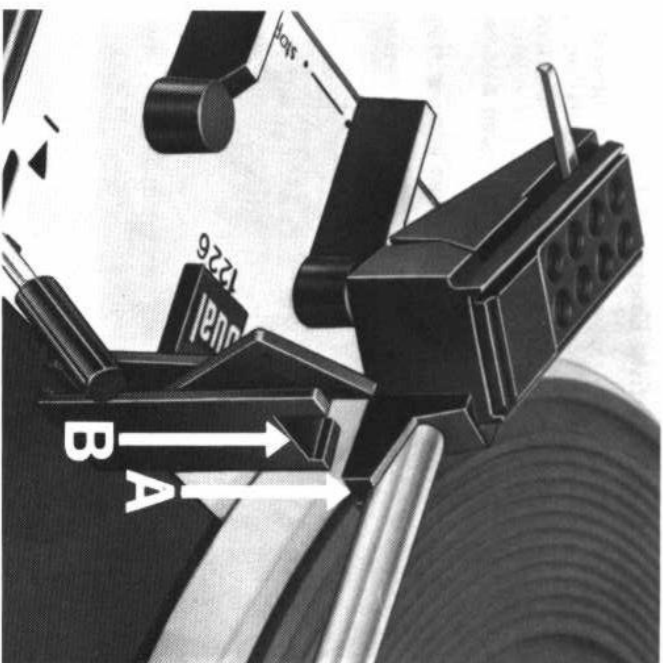

Fig. 21
1. Auflagekraftskala (8) und Antiskating-skala (11) auf "0" stellen.
3. Wenn der Tonarm sich nicht von selbst horizontal einpendelt, Feststellschraube (10) lösen und das Balancegewicht mit dem Dorn so lange verschieben, bis sich eine ungefähre Balance ergibt. Der Dorn des Balancegewichtes ist dann durch Anziehen der Feststellschraube (10) zu arretieren.
4. Die exakte Balance des Tonarmes durch Drehen des Balancegewichtes herstellen. Der Tonarm ist ausbalanciert, wenn Kante "A" des Tonarmkopffprofils und Kante "B" der Tonarmstütze auf gleicher Höhe sind (Fig. 21), oder wenn der Tonarm sich nach Antippen in vertikaler Richtung wieder von selbst in die horizontale Lage einpendelt. Beim Ausbalancieren des Tonarmes muß dieser von der Kinematik entkoppelt sein.
1. Set stylus pressure dial (8) and anti-skating dial (11) to "0" (zero).
3. If the tonearm does not come to rest horizontally, loosen setscrew (F) and slide the counterbalance with its shaft until an approximate balance has been achieved. Then secure the shaft of the counterbalance by tightening the setscrew.
4. Now find the exact balance by turning the counterweight. The tonearm is exactly balanced when edge "A" of the tonearm head profile is at precisely the same height as edge "B" of the tonearm rest (Fig. 21), or when the tonearm, after being tapped into vertical position, returns automatically to a horizontal position. When balancing the tonearm, the automatic mechanism must be